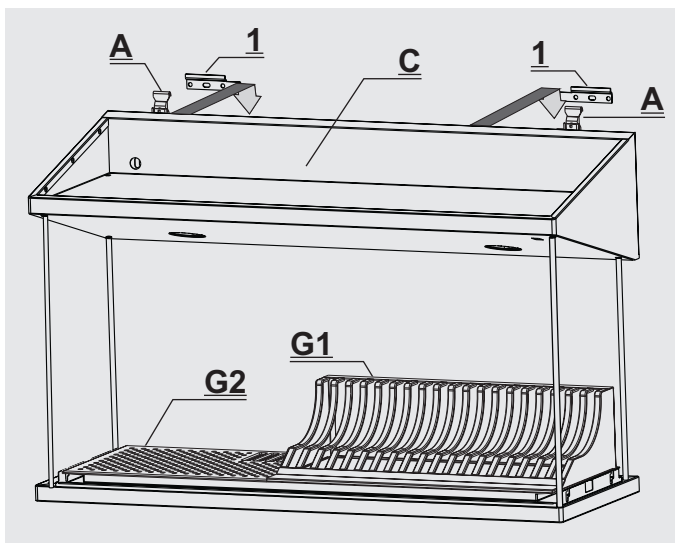

Fig. 2
- Accrocher le bâti **C** sur les brides **1** (fig. 2).